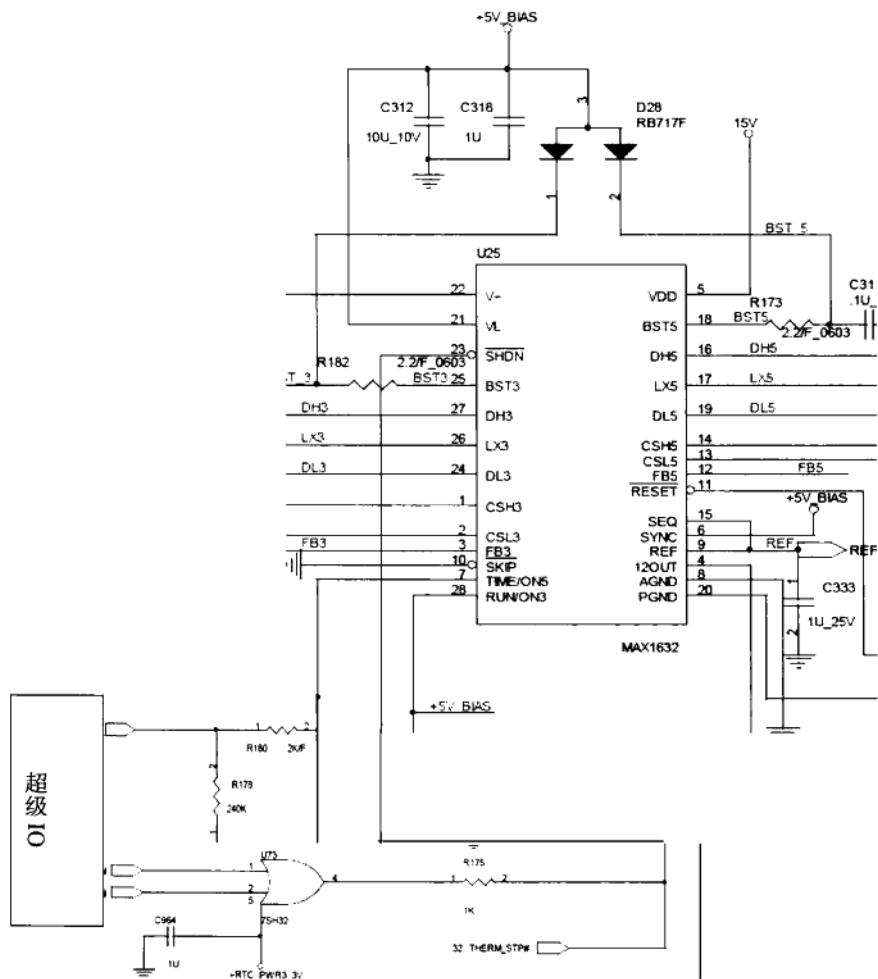

图 2-24 戴尔笔记本电脑的 3V、5V 供电单元电路 (工厂图)
1. 戴尔 D600 采用 Intel855 PM 芯片组，采用迅驰一代 CPU，独显 32MB 的显卡，3V、5V 供电单元电路采用的供电芯片是 MAX1632（如图 2-24 所示）。
如图 2-24 所示，其关键引脚及测试点为：22 脚 V+主供电，23 脚的主控制来自超级 IO，经过门电路 U73 转换而成，同时受控于温控电路，当温度达到一定值时，会拉低 23 脚控